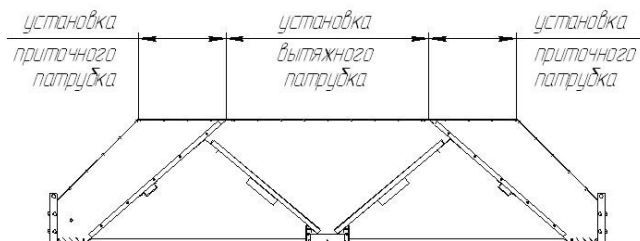

Рис.2: Устройство зонты.
4.2.4 Отверстие под воздуховод выполняется на месте квалифицированным специалистом по монтажу с учетом конструкции вентиляционной системы и устройства зонта см. рис.2.